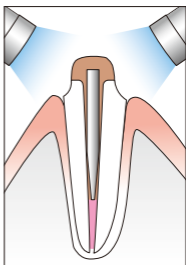

図12
- ② 支台歯として必要量が築盛できたら舌側と唇側の2方向から各5秒間ずつ光照射を行い、硬化させます。臨床のケースや築造物に応じてさらに光照射を行ってください図12。